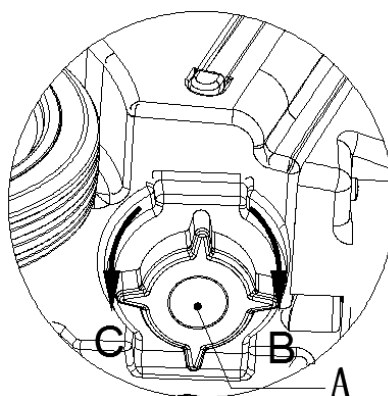

Figura 11
2. Desenrosque la tapa de salida de agua limpia (A, Figura 11) en el sentido anti horario (C, Figura 11) para vaciar el tanque de solución.